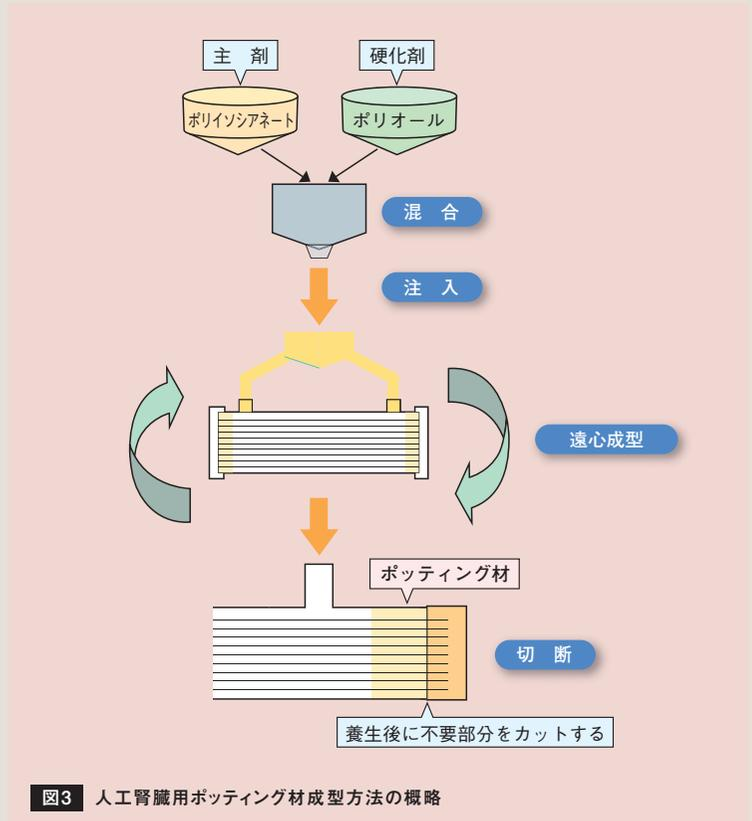

図3 人工腎臓用ポットティング材成型方法の概略
ポッティング材を用いた人工腎臓の成型方法は次のとおりである(図3)。①主剤(イソシアネート成分)と硬化剤(ポリオール成分)を2液混合機で混合する。②中空糸をハウジング内に入れ、遠心回転させながらハウジング両端部に混合液を注入し成型する。③遠心成型後に取り出して養生する。④中空糸を開口するために不要部分を切断し、キャップを付け水洗後、包装する。その後、滅菌工程を経て最終製品として病院で患者に使用する。